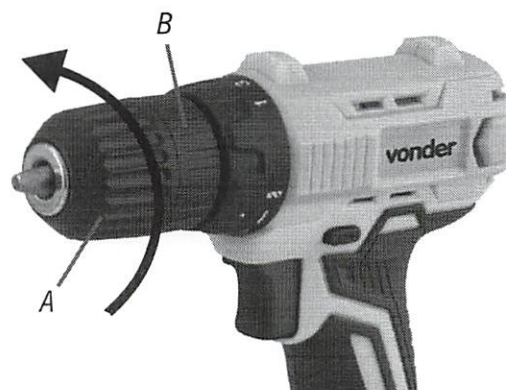

Fig. 3 – Apertura del mandril
- c. Para abrir el mandril del equipo, sujete la pieza B y gírela en sentido contrario a la pieza A, como se muestra en la Fig. 3.